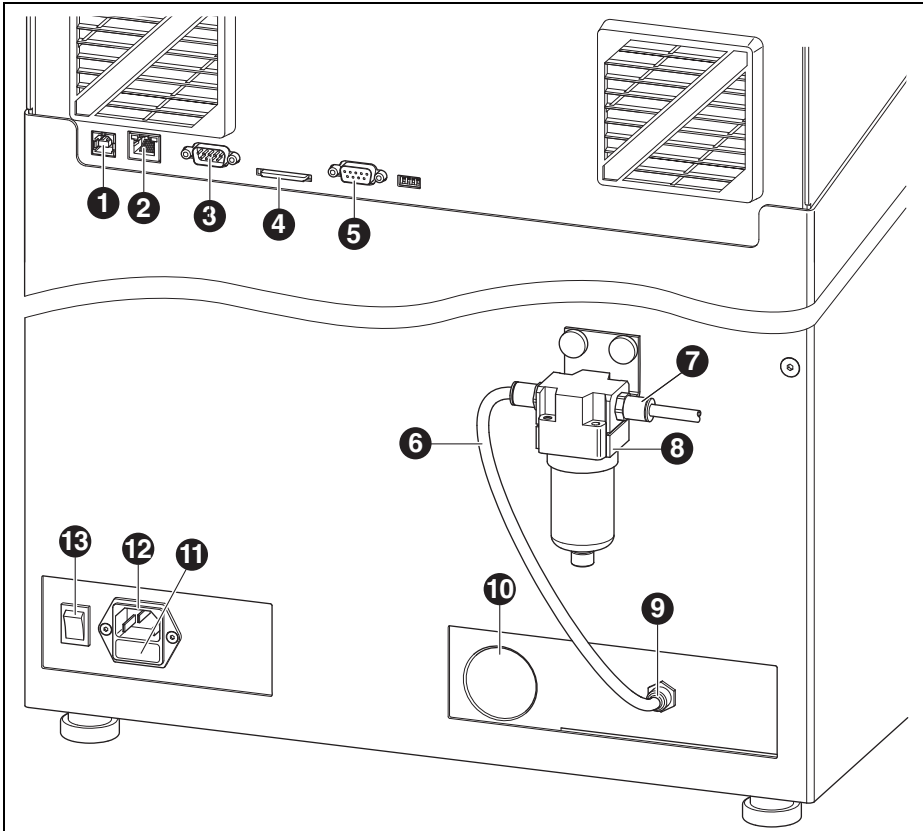

Fig. 2 Vue d'ensemble de l'appareil face arrière
- ▷ Tirez le tiroir ([11] fig. 2 page 7) au dessous de la fiche du secteur.